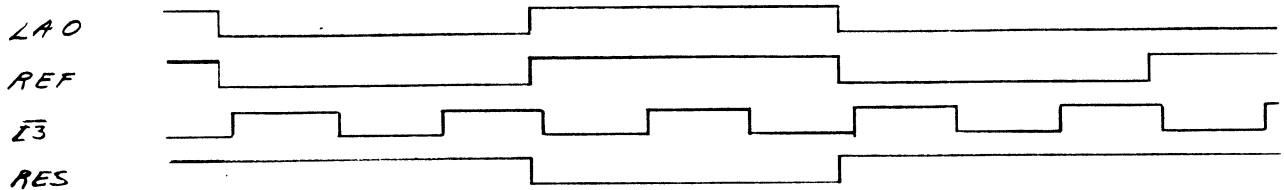

Fig. 11 I/O addressing CRTC 6845
För att CPU ska kunna läsa och skriva i videominnet utan att störa avsökningen, måste CRTC-kretsen starta i ett bestämt fasläge i förhållande till CPU-klockan. Infasningen görs med hjälp av signalen $\overline{I3}$ som är inversen av CPU-klockan och adressbit LA0 från CRTC-kretsen. $\overline{I3}$ är kopplad till stift 5 på D-vippan i pos 1D. Nivån på $\overline{I3}$ känns av var gång \overline{RC} är aktiv vilket gör att utsignalen (REF) på Q-utgången (stift 7) kommer att byta värde i takt med LA0 (se tidsdiagram fig 11). REF-signalen och LA0 är anslutna som insignaler till en NAND-grind i pos 1B, vars utgång är ansluten till CRTC:s Reset-ingång. Så länge insignalerna är i motfas med varandra kommer Reset-ingången att ligga hög och fasläget är det rätta. Om CRT-kretsen skulle starta avsökningen i fel fasläge (se tidsdiagram för exemp.), kommer REF-signalen att få samma fasläge som LA0. När båda dessa signaler blir logiskt ett kommer NAND-grindens utgång att aktivera \overline{RES} -ingången på CRT-kretsen och nollställa MA0-MA10. När sedan \overline{RES} -ingången går hög kommer CRT:n att starta avsökningen igen och kommer då automatiskt i rätt fasläge.